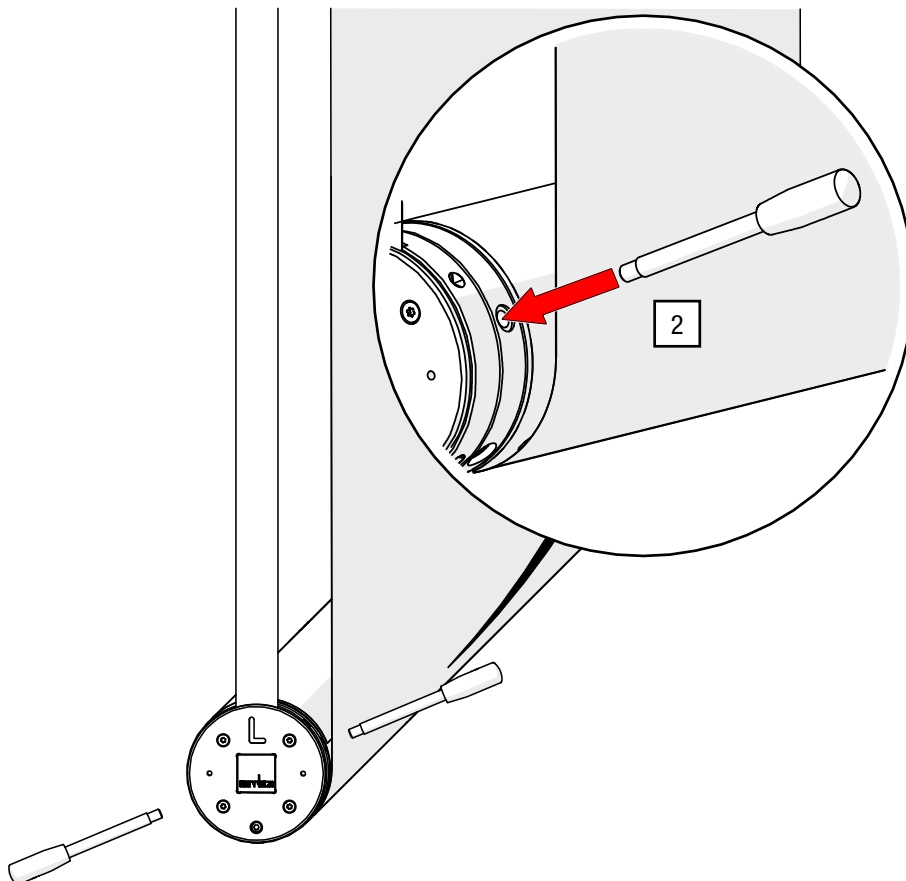

Abb. 30: Spannhebel an Spannring fixieren
2. Fixieren Sie zwei Spannhebel (z. B. eine M12 Schraube oder Ganter Spannhebel – nicht im Lieferumfang enthalten) in den vorgesehenen M12 Gewindebohrungen am Spannring handfest (siehe Abb. 30).